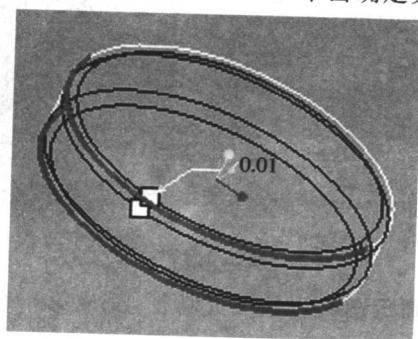

图 1.1.15
Step4: 听筒两条侧边倒角是 0.01, 单击主菜单中“插入”→“倒角”→“边倒角”, 选取如图 1.1.15 所示两条边, 类型是“D * D”, D 为 0.01。单击确定完成此特征的创建。